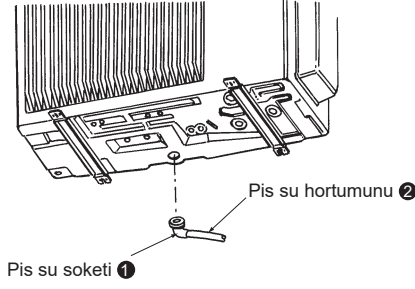

Fig. 4-1
4. Dış ünite drenaj borusu (Fig. 4-1)